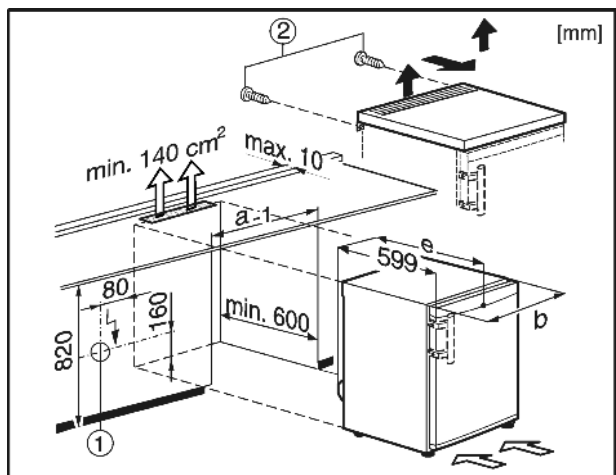

Fig. 7
Pistikupesa Fig. 7 (1) peab paiknema seejuures väljaspool seadme tagakülge ning olema kergesti ligipääsetav.
- ▶ Eemaldage tagaküljelt kruvid *Fig. 7 (2)*.